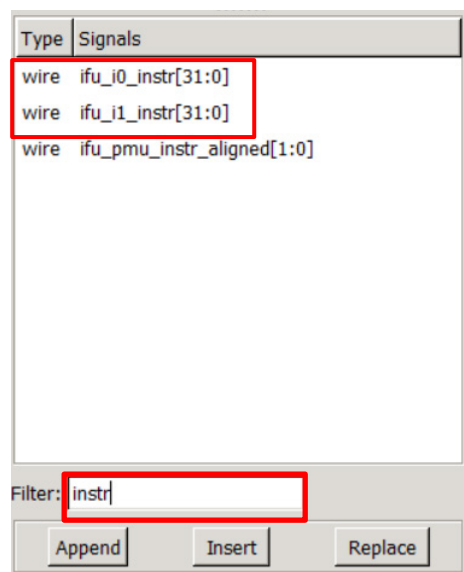

図12 : 信号`ifu_i0_instr[31:0]`および`ifu_i1_instr[31:0]`をタイミング波形に追加する
3. スーパースカラRISC-Vコアの2つのウェイのそれぞれを実行する命令を示す信号を、追加します。同じモジュール（ifu）で信号ifu_i0_instr[31:0]およびifu_i1_instr[31:0]（図12）を探して、これらを黒色のWavesペインの中にドラッグします。プレフィックスifuは命令のフェッチユニットを示し、i0はスーパースカラのウェイ0を示し、i1はスーパースカラのウェイ1を示し、instr[31:0]は32ビットの命令を示します。
4. 検索フィルタを使用して信号を素早く見つけることができます（図12を参照）。